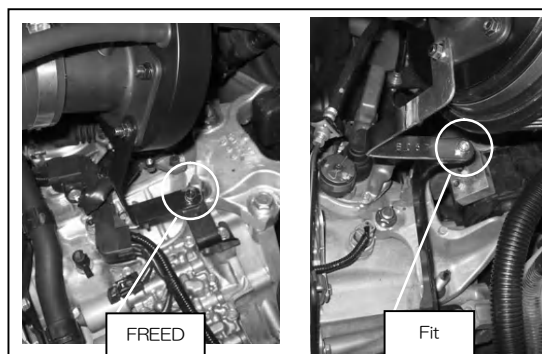

図6
- ③アダプターASSYを車両へ取付けます。(図6参照)
※GE8(Fit)とGB3(FREED)ではステー取り付け部の車体形状が異なります。図6を参考に取り付けを行なってください。取付には付属のM6×20を使用してください。